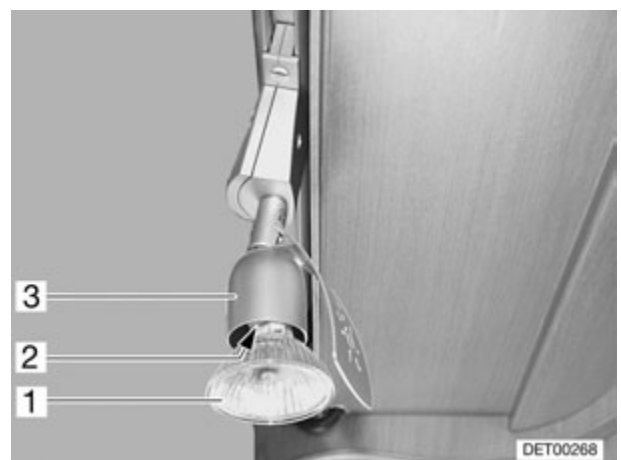

Fig. 158 Foco (variante 2)
- Sacar del portalámparas (Fig. 158,3) la bombilla halógena (Fig. 158,1).
- Introducir una nueva bombilla halógena entre las dos agujas flexibles (Fig. 158,2) en el portalámparas.